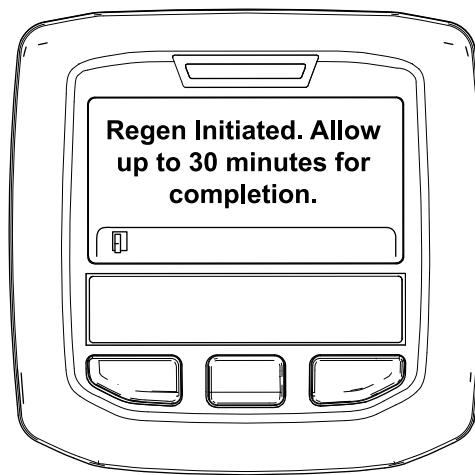

Figura 38
- Si la regeneración se permite, aparece el mensaje "Regen Initiated. Allow up to 30 minutes for completion" (Regeneración iniciada, espere 30 minutos hasta que finalice) en el InfoCenter y debe esperar a que la máquina finalice el proceso de regeneración con la máquina aparcada (Figura 38).